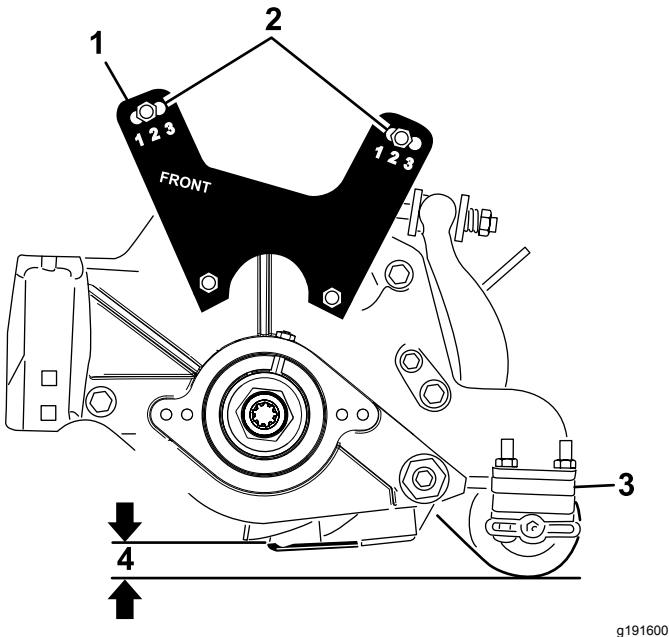

Figura 21
- Baje la unidad de corte al suelo y mida la distancia desde el suelo a la cara superior de la contracuchilla, según se muestra en Figura 21.